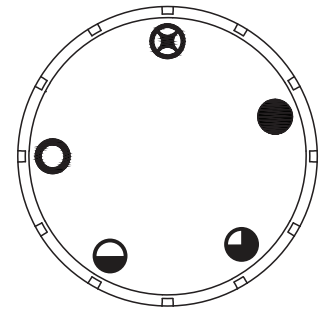
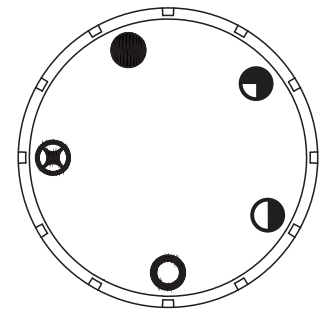

Fig. 22a
Fig. 23a
3. Presione la perilla de control suavemente y gírela ↷ hacia la derecha a la posición "OFF" ○ (Ver Fig. 22a)
4. Espere cinco (5) minutos para que se vacíe todo el gas. Luego huela en busca de gas, incluyendo cerca del piso. Si huele gas, ¡ALTO! Siga "B" en la información de seguridad anterior. Si no huele a gas, vaya al siguiente paso.
5. Presione la perilla de control suavemente y gírela ↶ hacia la izquierda a la posición "PILOT" ⊗. (Ver Fig. 23a) Oprima la perilla de control.